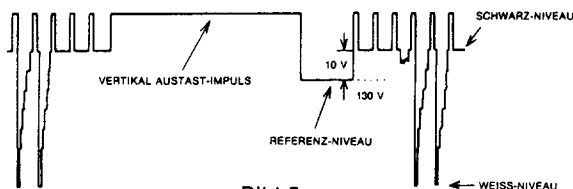

Bild 5
- Gleichspannungsniveaus der RGB-Endstufen. Schliessen Sie der Reihe nach an die Messpunkte (T01), (T02) und (T03) auf dem Bildröhrenmodul einen Oszillographen an. Kontrollieren Sie das Referenzniveau. Der Messpunkt der am höchsten liegt, soll mit dem Schirmgitterpotentiometer (dem untersten an der Hochspannungseinheit) auf 130 Volt eingestellt werden. (Siehe Bild 5.) Schliessen Sie einen Oszillographen an den Messpunkt (T02) an. Stellen Sie das Schwarzniveau mittels PC02 auf 10 Volt über das Referenzniveau. (Einstellung der Grundhelligkeit.)
- Verstärkung der RGB-Endstufen. Stellen Sie maximalen Kontrast ein. Schliessen Sie einen Oszillographen an den Messpunkt (T02) an. Stellen Sie mit Hilfe des Helligkeitsreglers das Schwarz-Niveau so ein, dass es 5 Volt unter dem Scheitel des Austast-Pulses zu liegen kommt. Stellen Sie mit PM01 eine Amplitude von 87 Volt zwischen Schwarz und Weiss-Niveau ein. (siehe Bild 5) Stellen Sie auf die gleiche Weise mittels PF03 am Messpunkt (T01) eine Spannung von 90 Volt, und mittels PF04 am Messpunkt (T03) eine Spannung von 78 Volt ein.